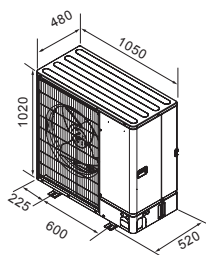

Fig. 2-2
2.3. Dimensioni (Sezione esterna) (Fig. 2-2).